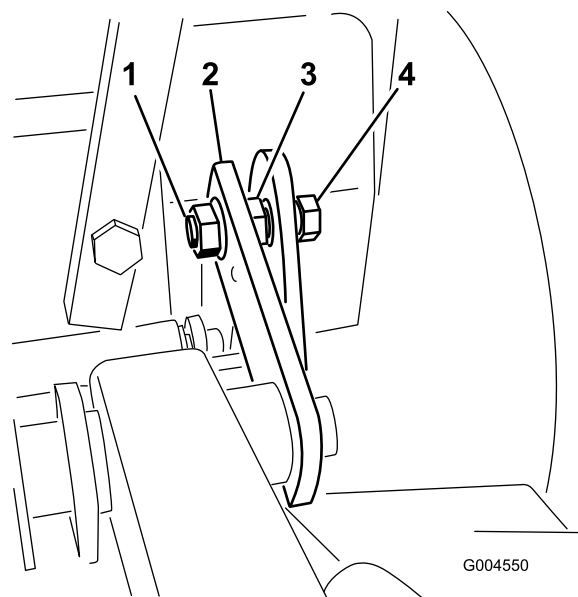

Figure 53
9. Ajustez les boulons de sorte que l'extrémité soit au même niveau que l'écrou. Ainsi, la bague pourra rouler dans la fente du support du plateau de coupe (Figure 53).